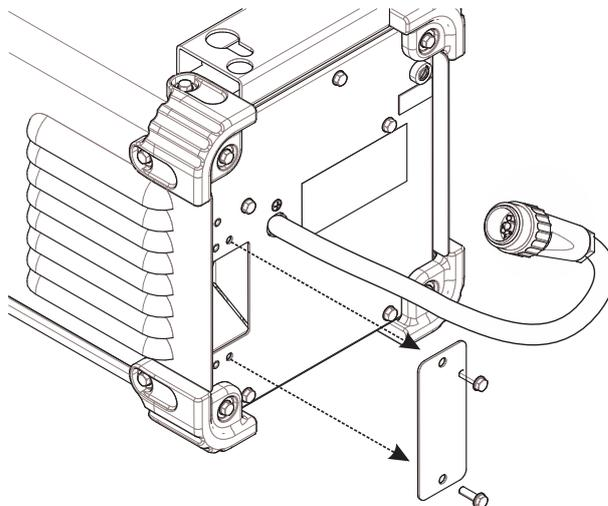

Figura 9
- O painel de acesso ao filtro encontra-se na parte posterior inferior esquerda. É necessário retirar dois parafusos — Consulte a Figura 9.